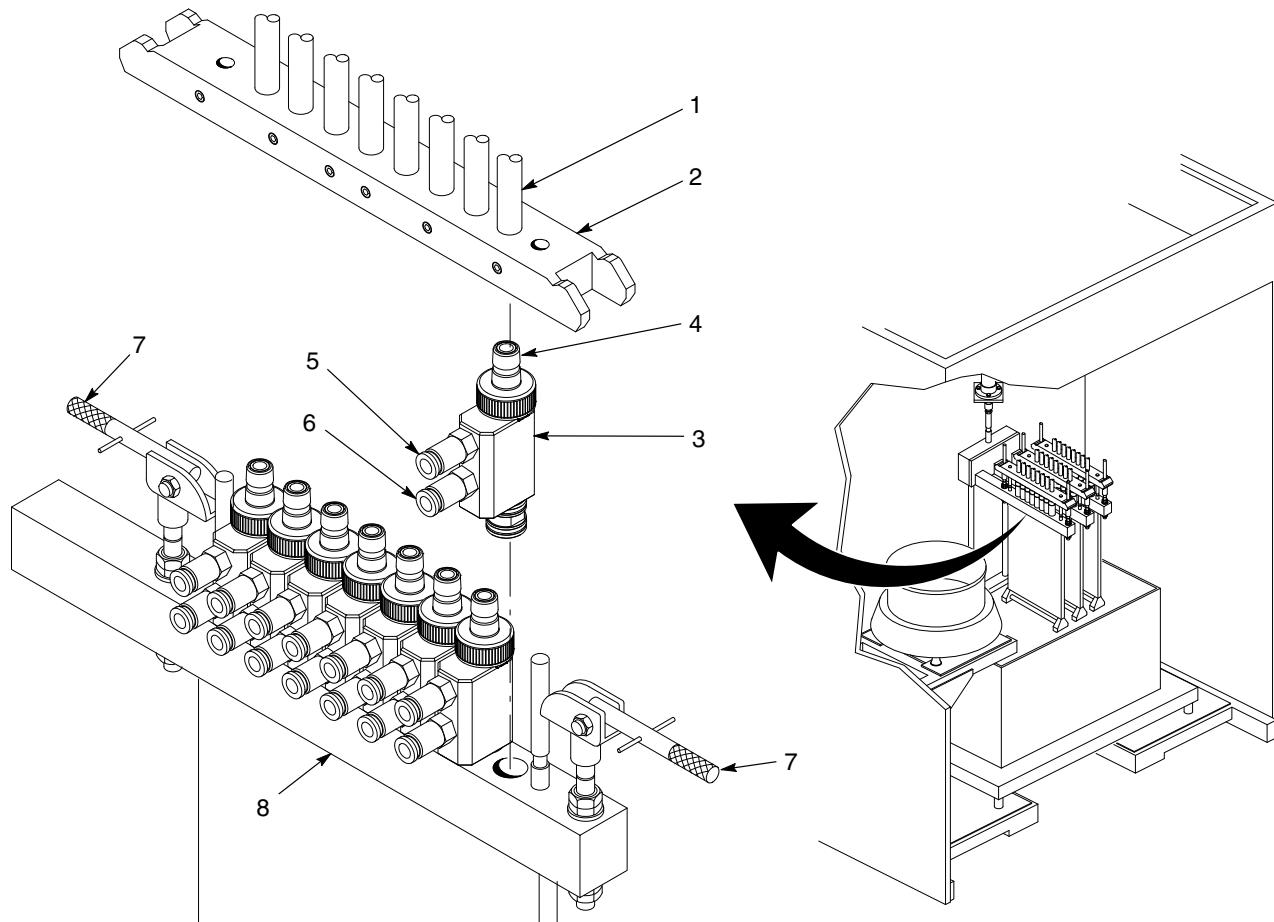

Рис. 2 Снятие и установка прямоточных насосов на узлах стволов
3. См. рис. 2. Перевести зажимные рукоятки (7) в нижнее положение.
4. Снять с насосов коллектор (2) шлангов подачи. Соблюдать осторожность, чтобы не повредить сопла Вентури (4). Обдать сжатым воздухом коллектор шлангов и насосы.
5. Отсоединить пневмошланги от фитингов воздуха дозировки (6) и распыла (5) насоса.
6. Легким вращательным движением снять насос (3) с блока коллектора (8).
1. См. рис. 2. Вставить насос (3) в блок коллектора (8) до упора корпуса насоса в блок.
2. Подсоединить пневмошланги дозировки и распыла к фитингам воздуха дозировки (6) и распыла (5).
3. Смонтировать коллектор шланга подачи (2) на соплах Вентури (4) насоса.
4. Перевести зажимные рукоятки (7) в вернее положение.